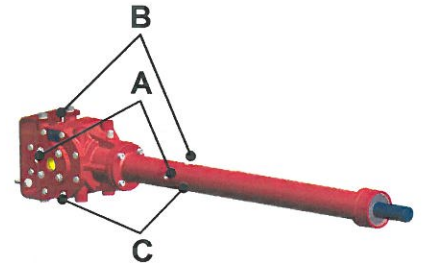

Bild 22: Getriebe
- Kontrollieren Sie den Ölstand im Getriebe beim Niveauezapfen A, wenn es nötig ist, füllen Sie nach mit dem Zapfen B (Bild 22)